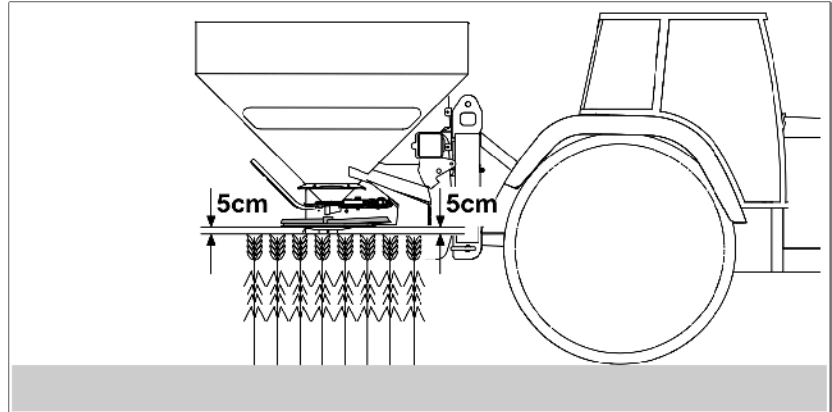

Fig. 62
- Hovedmeny: Velg menyen **Kalibrere** (Fig. 62/1).